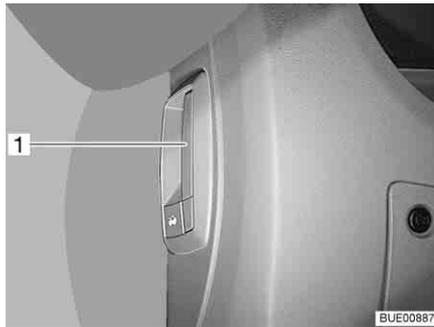

Fig. 41 Palanca de desbloqueo del capó del motor (en el vehículo)
- Tirar de la palanca (Fig. 41,1) a la izquierda o al lado del salpicadero.